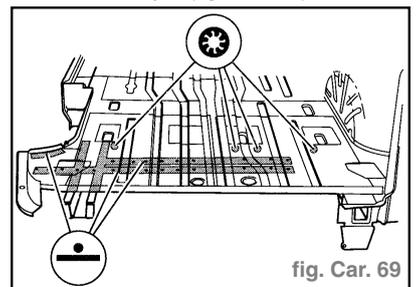

fig. Car. 69
- Souder le plancher de coffre à la pointeuse électrique (fig. Car. 69).